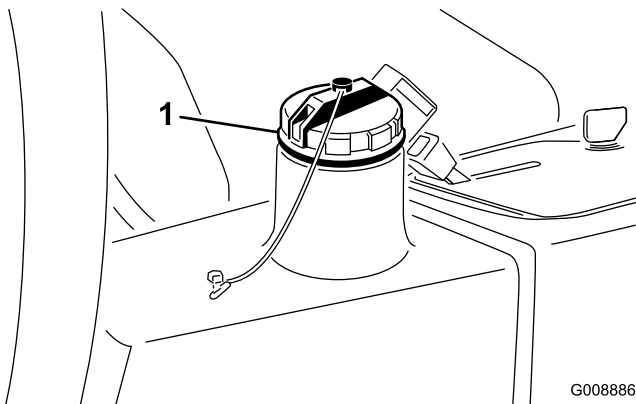

Figura 63
3. Llene el depósito (Figura 63) con aproximadamente 22,7 litros de aceite hidráulico; consulte Comprobación del sistema hidráulico.